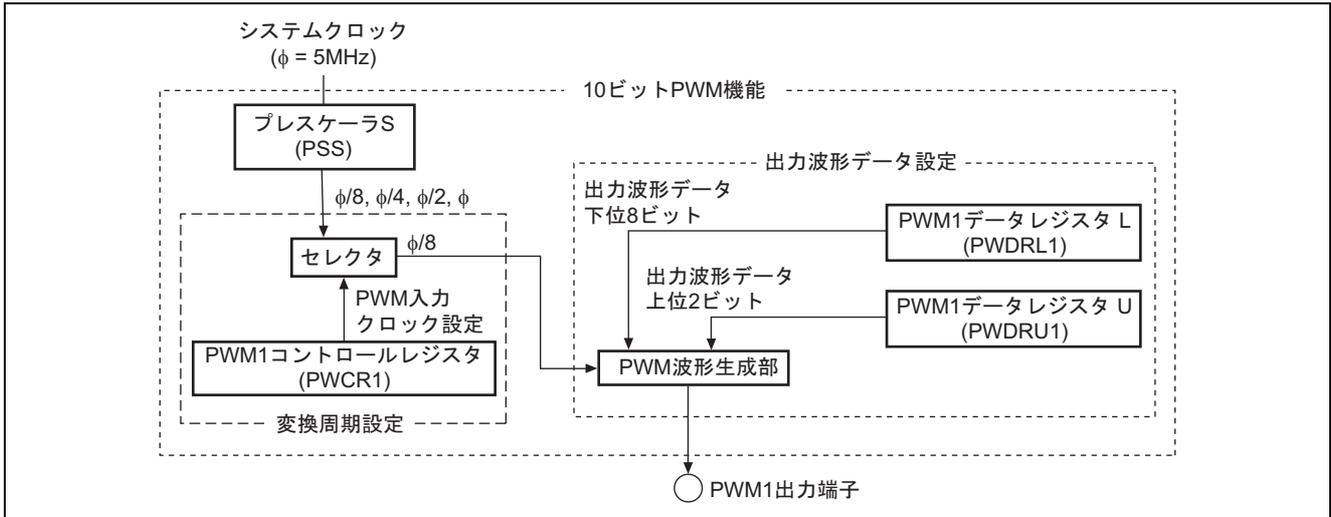

図 2 10 ビット PWM 機能ブロック図
- a. 図 2 に 10 ビット PWM 機能のブロック図を示します。以下に 10 ビット PWM 機能のブロック図について説明します。